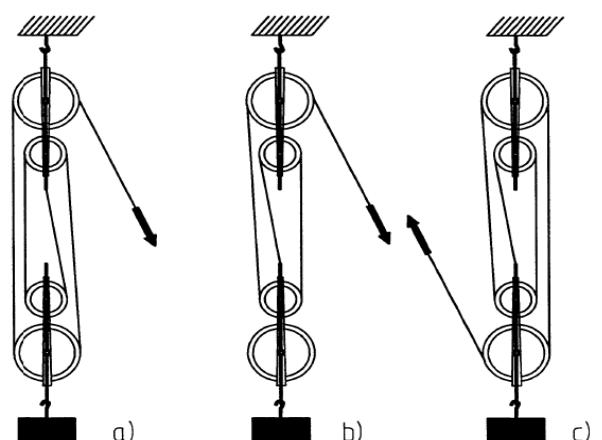

Abb. 2: Versuchsaufbau
- Setze den Kraftmesser auf die Demo-Tafel auf und ermittle die Gewichtskraft $F_G = F_2$ für den belasteten Gewichtsteller, einschließlich einer Flasche mit 2 Rollen; notiere F_2 (1)
- Lege die Schnur für den Flaschenzug über die Rollen und bau den Versuch entsprechend Abb. 2 auf (Länge der Schnur mit zwei Schlaufen etwa 160 cm); Vergleiche F_1 mit F_2 (2)
- Markiere die Lage des Gewichtstellers (obersten Punkt des Hakens) und des Kraftmessers (Haken der Zugschnur - vgl. Abb. 2) mit Pfeilen unterschiedlicher Farbe.
- Bewege den Kraftmesser langsam gleichförmig in Richtung der rechten unteren Ecke der Demo-Tafel; messe und notiere die Kraft. (3)
- Zeichne den Weg (Hubhöhe) s_2 für die Last und Kraftweg s_1 an der Demo-Tafel ein; messe und notiere s_1 und s_2 (3)
- Hebe den Kraftmesser wiederholt an und verrichte die Hubarbeit mit unterschiedlich gerichteten Kräften \vec{F}_1 ; beobachte dabei den Kraftmesser und notiere die Beobachtungen. (4)